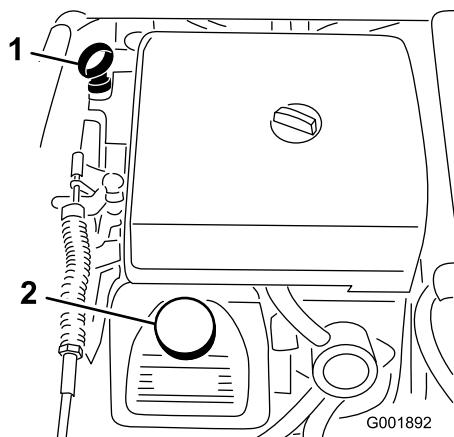

Figura 20
2. Retire a vareta e limpe-a com um pano limpo (Figura 20). Volte a colocar a vareta no tubo e verifique se está completamente introduzida. Retire a vareta e verifique o nível de óleo.
3. Se o nível de óleo estiver baixo, deverá retirar a tampa de enchimento da cobertura da válvula (Figura 20) e deitar óleo na abertura até que o nível suba até à marca "Full" (Cheio) da vareta; consultar a secção Manutenção do óleo do motor acerca do tipo e viscosidade do óleo. Adicione óleo lentamente e verifique o nível com alguma frequência durante o procedimento. Não encha demasiado.